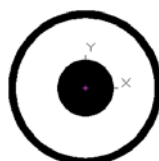

图 4.57 创建圆环 2
(3) 选择【绘图】/【圆环】命令, 输入圆环内径为 0、圆环外径为 20, 指定大圆环圆心为中心点, 并按 Enter 键确认, 效果如图 4.57 所示。